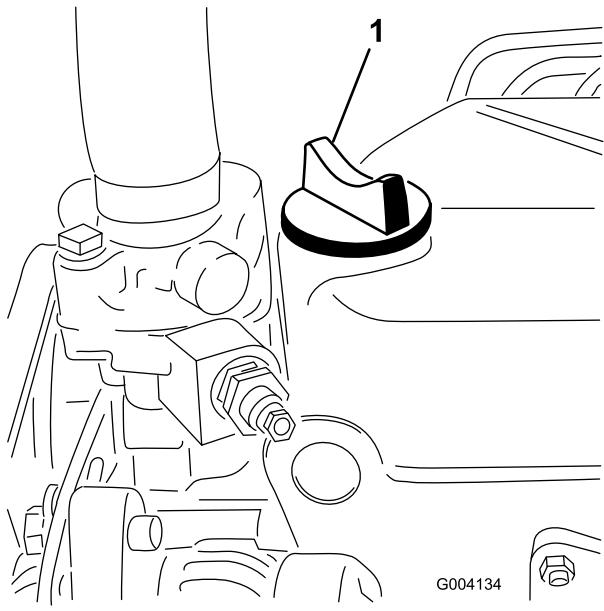

図 29
- 不足している場合は、キャップ図29を取り、Full位置までオイルを補給する。